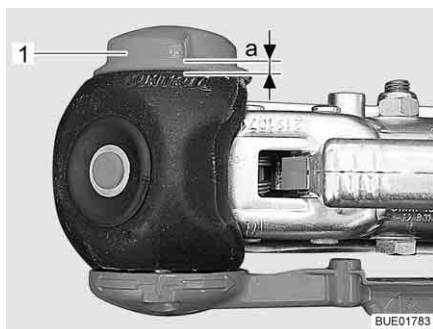

Fig. 197 Contrôle d'usure
- Tourner la molette de réglage (Fig. 197,1) vers la position de fermeture jusqu'à ce que vous ressentiez et entendiez le grincement du limiteur de couple. Sens de la rotation : dans le sens des aiguilles d'une montre.
- Distance  $a > 0$  (Fig. 197) : Usure à l'intérieur de la zone autorisée.